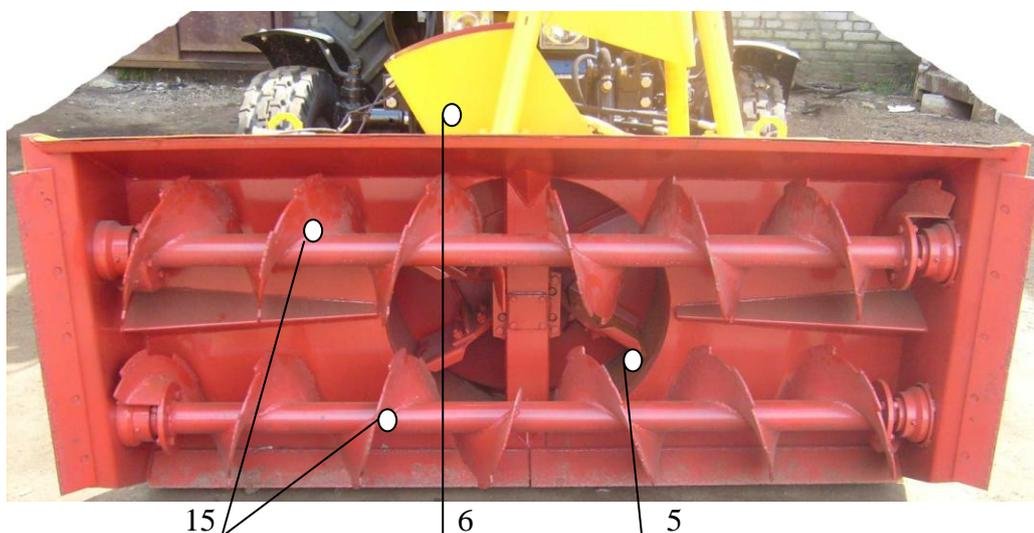

Рис.1. Основные узлы рабочего органа (вид спереди).
Оборудование шнекороторное снегоуборочное ШРК-2,0-01 (далее – Оборудование) (рис. 1) предназначено для очистки дорожного покрытия от снега, удаления насыпных снежных валов, образованных другой снегоуборочной техникой путем отбрасывания в сторону или погрузки в транспортное средство.
Оборудование состоит из следующих основных узлов (рис.1):
- двух Шнеков(поз.15, рис.1), предназначенных для рыхления и перемещения снега к приемному отверстию Ротора, что обеспечивается различным направлением спирали шнеков;
- Ротора (поз.5, рис.1), за счет вращения которого происходит выбрасывание снега из Кожуха ротора и Желоба;
- Кожуха ротора (поз.6, рис.1), за счет положения которого устанавливается направление и угол выбрасывания снега (при вертикальном положении выбрасывающего патрубка снег попадает в погрузочный Желоб, а при наклоне происходит отбрасывание снега вправо или влево);